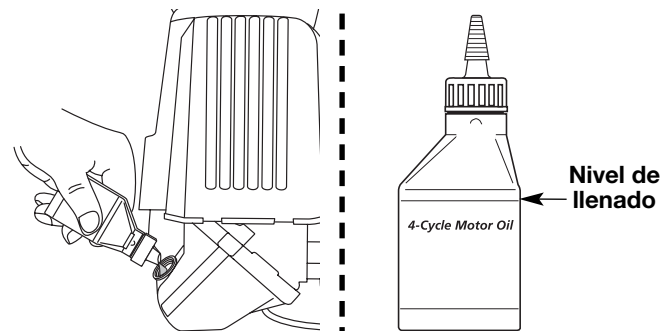

Fig. 55
**NOTA:** Use la botella y la boquilla que guardó del uso inicial para medir la cantidad correcta. El nivel de 100 ml (3,4 onzas) está aproximadamente en la parte superior de la etiqueta de la botella (Fig. 55). Mida el nivel con la varilla de medición. Si el nivel está bajo, agregue una pequeña cantidad de aceite y vuelva a medir (Fig. 55). No lo llene demasiado.